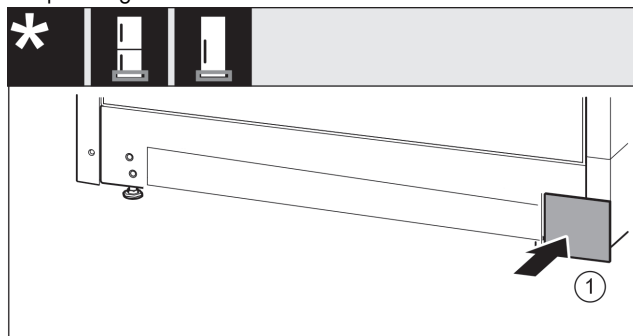

Fig. 33
- Remettre le cache Fig. 33 (1) en place de l'autre côté.